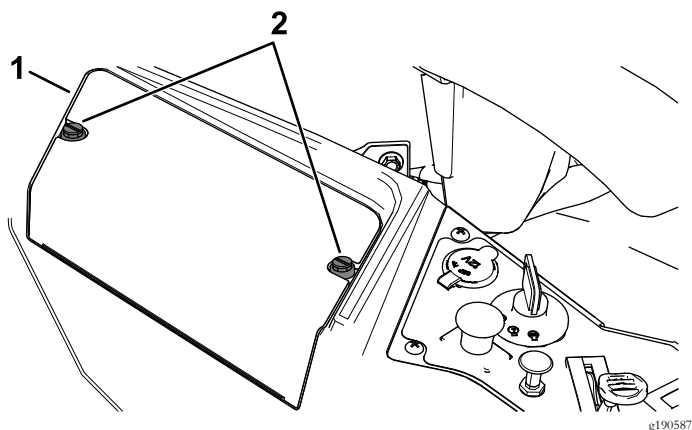

Figura 54
3. Allentate di 1/4 di giro in senso antiorario i 2 elementi di fissaggio sul coperchio della batteria, quindi rimuovete il coperchio della batteria (Figura 54).
6. Montate il coperchio della batteria spingendo verso il basso i 2 elementi di fissaggio e serrandoli in senso orario Figura 54.